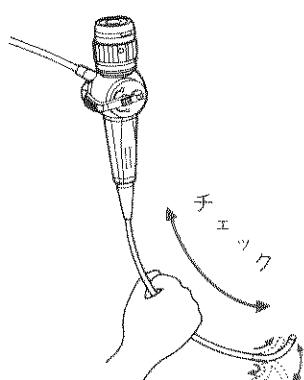

図4-10
- ・軟性部をところどころ手でつかんで外装材にたるみがないか点検します。(図4-10)